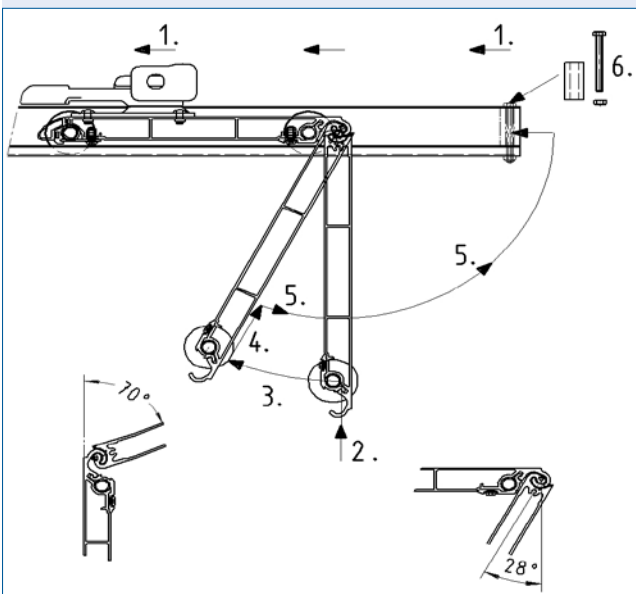

Abb. 3.3.1
- Nehmen Sie ein Mittelpaneel mit eingesetzten Laufrollen und Scheiben, wo diese vorgeschrieben sind und drücken dieses nach oben, bis die Nut des Scharniers in den Haken des sich in der Schiene befindenden Paneel eingreift. Halten Sie die Rollen mit der offenen Hakenseite nach unten zur Türöffnung (Abb. 3.3.1). **Die Paneele dürfen keinen seitlichen Versatz aufweisen, damit sich das Gelenk gut zusammenfügen lässt.**